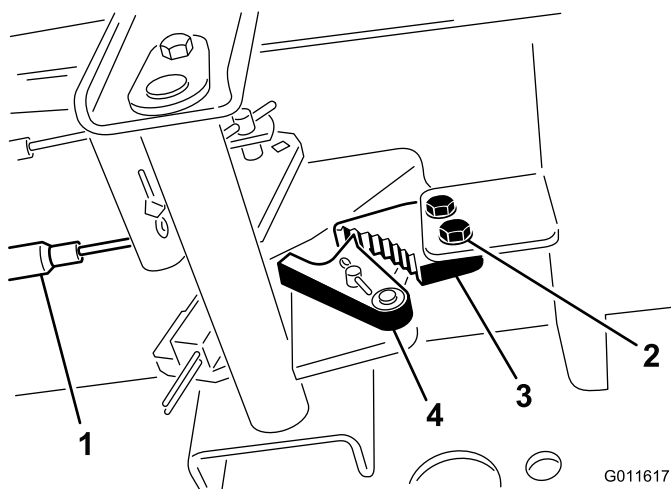

图53
- 松开将驻车刹车闸固定到机架的 2 个螺钉（图53）。
- 螺钉 (2)
- 向前踩驻车刹车踏板，直到刹车卡槽完全接合刹车闸（图53）。